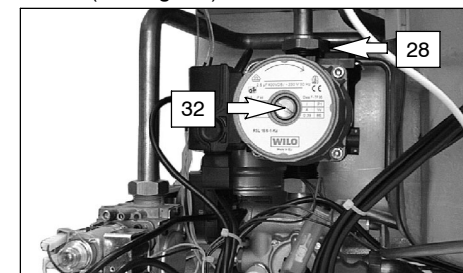

fig. 6.3
- 7 Allentare il tappo della valvola di sfiato automatico (28 in fig. 6.3).
- 12 Togliere il tappo 32 in fig. 6.3 e sbloccare la pompa ruotando il rotore con un cacciavite. Durante questa operazione sfiatare la pompa.